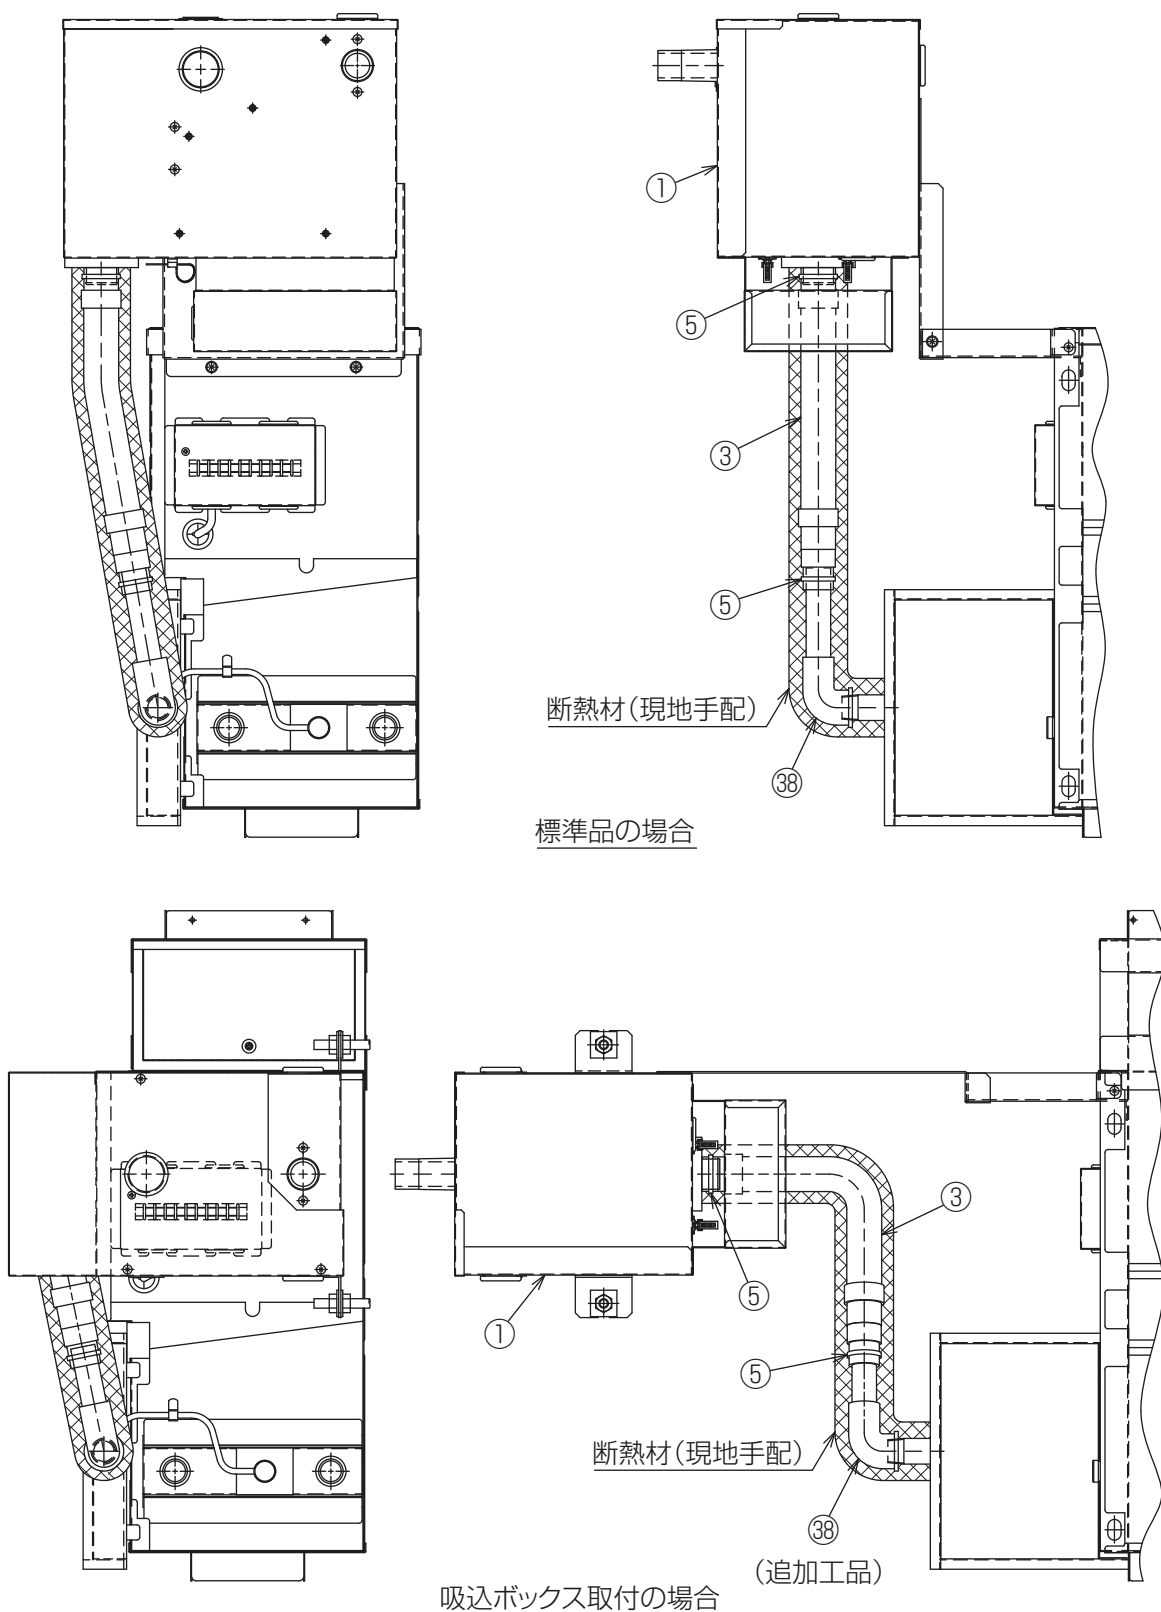

図18
(2)FCU本体のドレンパンに品番③接続管を取付け、品番③ドレンホース1・品番⑤ホースバンド1を使用し品番①ドレンアップメカとFCU本体を接続してください。接続後、接続管およびドレンホース全体に断熱材(現地手配)を巻付けてください。[図18]